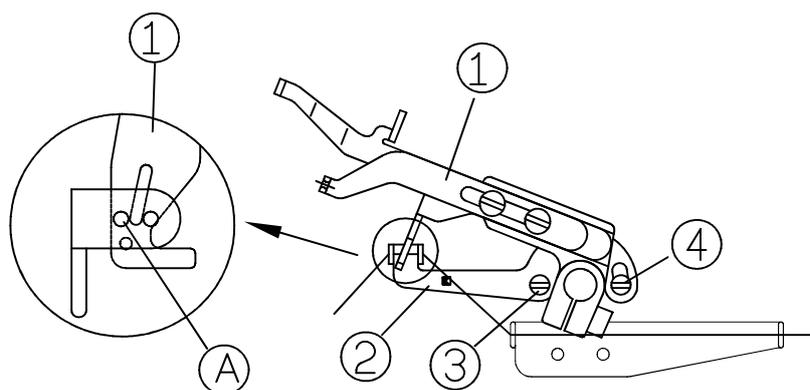

Fig.22
1. Quando o estica linha ① é ajustado para o superior, o buraco menor A do outro estica linha deve estar no mesmo nível com a longa ranhura do Estica Linha ① . (Fig. 22)
2. Para ajuste necessário, solte o parafuso ③ e ④ primeiro, mova o estica linha ② para cima e para baixo e então aperte o parafuso novamente.